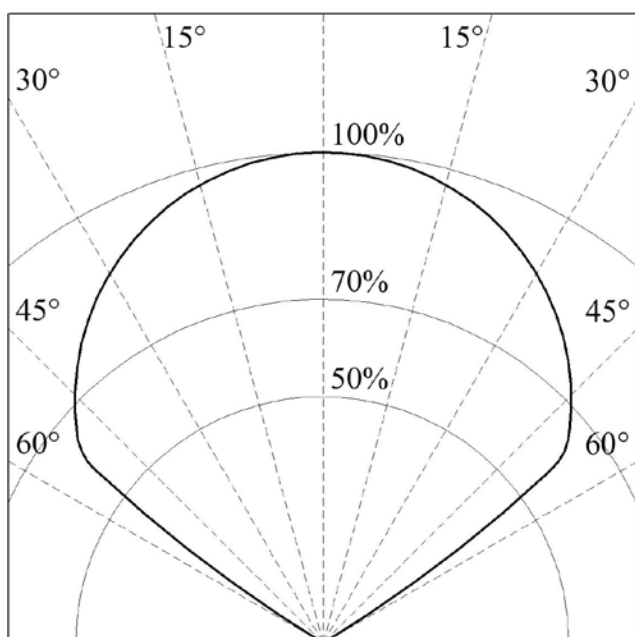
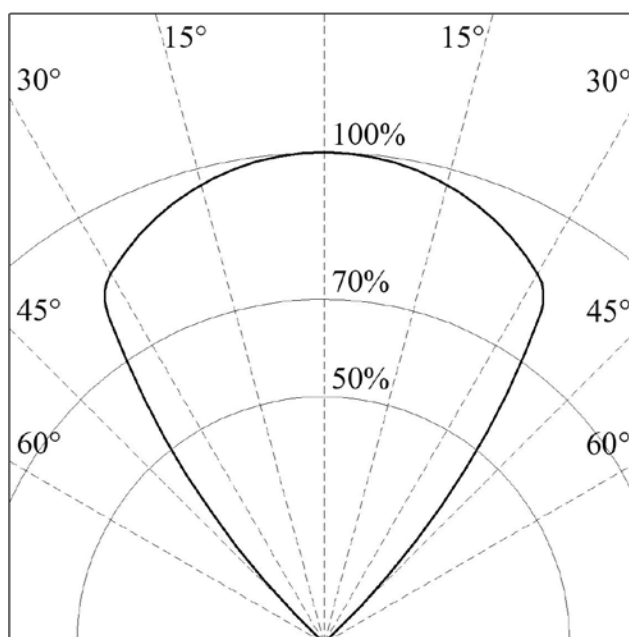

Рисунок 2 – Диаграмма чувствительности извещателя по горизонтали (в процентах от максимального значения)
Рисунок 3 – Диаграмма чувствительности извещателя по вертикали (в процентах от максимального значения)
- Расположение и нацеливание извещателя должны быть произведены с учётом чувствительности и угла обзора извещателя на наиболее вероятный источник возгорания (см. рисунок 2 и рисунок 3);